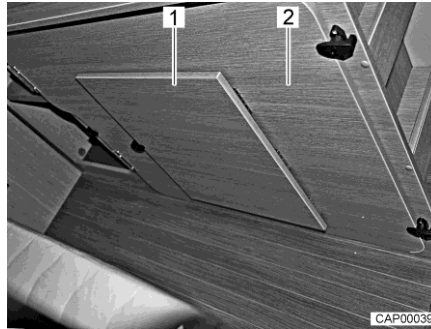

Bild 44 Einlegebrett am rechten Bettkasten
- Zusätzliches Einlegebrett (Bild 44,2) vom rechten Bettkasten im Heck abnehmen.
- Fußstütze (Bild 44,1) am Einlegebrett ausklappen.